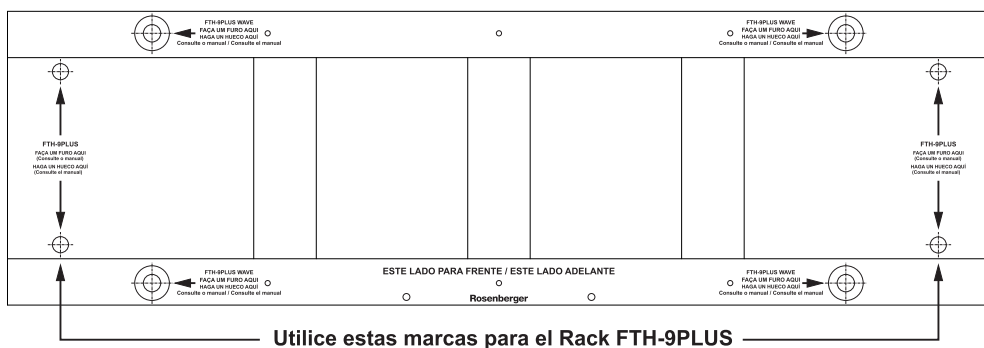

Figura 1
1. Coloque la plantilla de fijación en el lugar donde se instalará y haga las marcas en el piso falso (figura 1). Taladre agujeros en el piso con 12 mm de diametro;
1. Coloque la plantilla de fijación en el lugar donde se instalará y haga las marcas en el piso falso (figura 1). Taladre agujeros en el piso con 12 mm de diámetro;